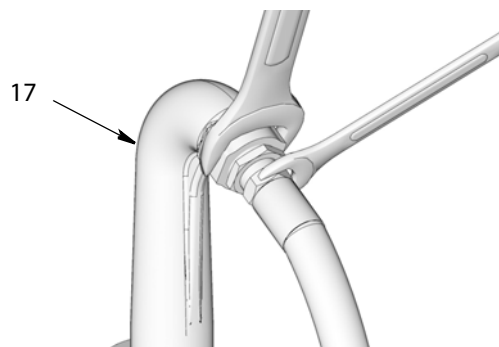

FIG. 35
5. Прикрепите конец шланга к выпускному патрубку (17) с помощью двух гаечных ключей, вращаемых в противоположных направлениях, чтобы надежно зафиксировать шланг на фитинге выпускного патрубка (FIG. 35).